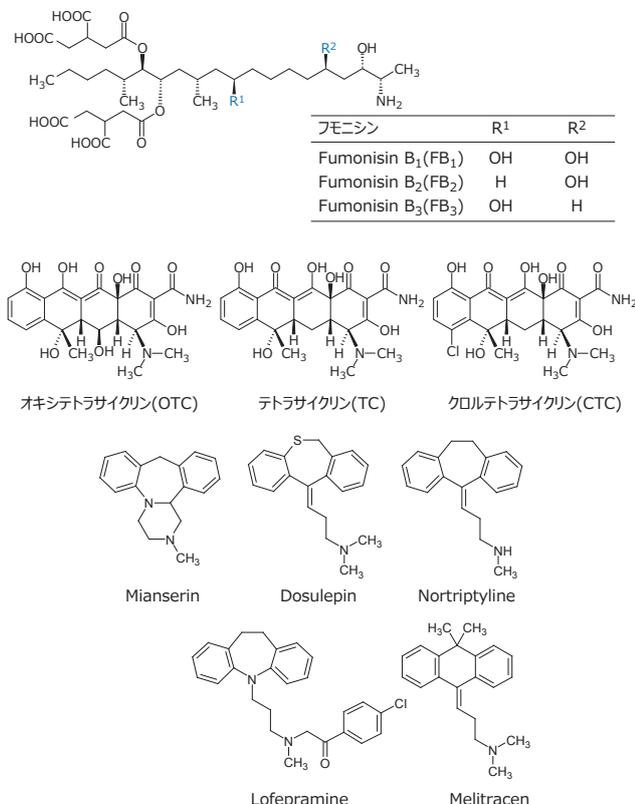
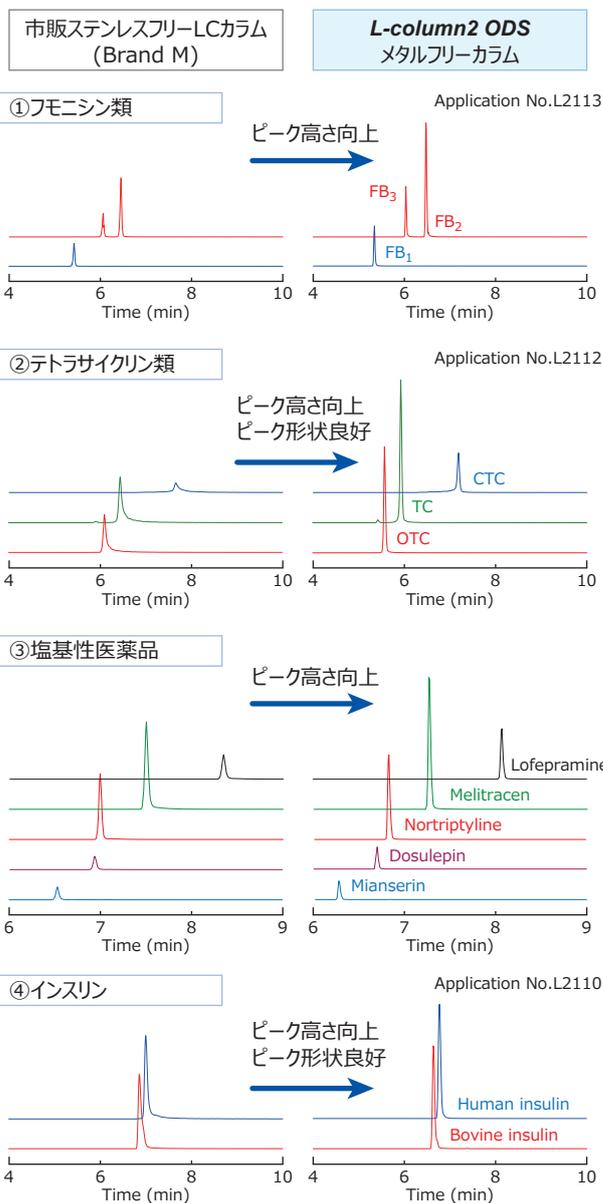

Fig.13 フモニシン類、テトラサイクリン類、塩基性医薬品の構造
Fig.14 市販カラムとの比較
**L-column2** メタルフリーカラムは、金属やシラノール基と相互作用を起こしやすいピークがシャープに検出できます(Fig.13, Fig.14)。